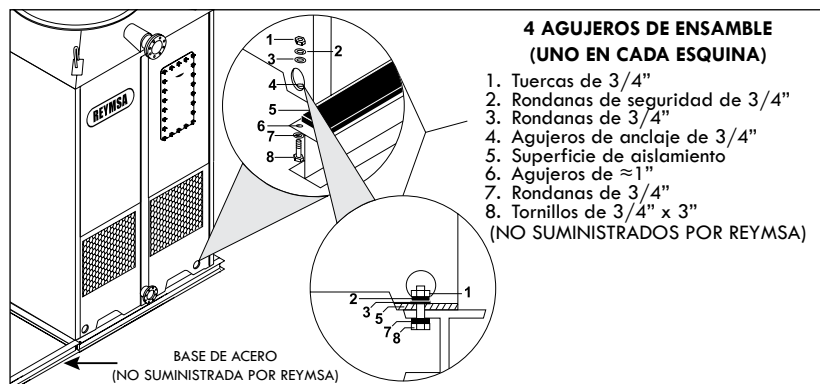

Figura A-43: Anclaje típico de una torre de cuatro ventiladores (RTU)
- I. Coloque la sección #1 de la torre (cuerpo y cisterna en una pieza) encima de la superficie de aislamiento que se instaló sobre la base de acero, asegurándose de que los agujeros de anclaje en el fondo de la torre están alineados con las perforaciones de la base. Luego proceda a atornillar y asegurarla con tornillería de acero inoxidable (NO suministrada por REYMSA, ver Figura A-43).